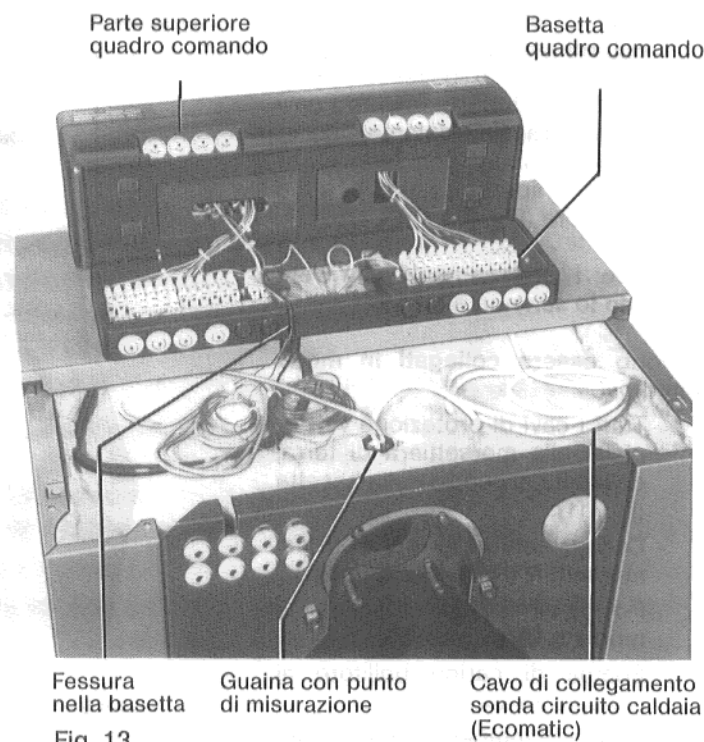

Fig. 13
5.13 Srotolare parzialmente i capillari nell'ambito della basetta, e condurli verso il retro, alla guaina d'immersione (punto di misura), posandoli sul materassino isolante. **Non** togliere il nastro adesivo dalle sonde! Introdurre le sonde nella guaina (punto di misura) fino alla battuta e bloccarle con la vite di sicurezza (Fig. 13).
Collocare i capillari con ampia piegatura nella basetta del quadro comando (Fig. 13 e 14), attraverso l'apposita fessura.
La rimanente lunghezza di capillari viene disposta sul materassino isolante (Fig. 13).